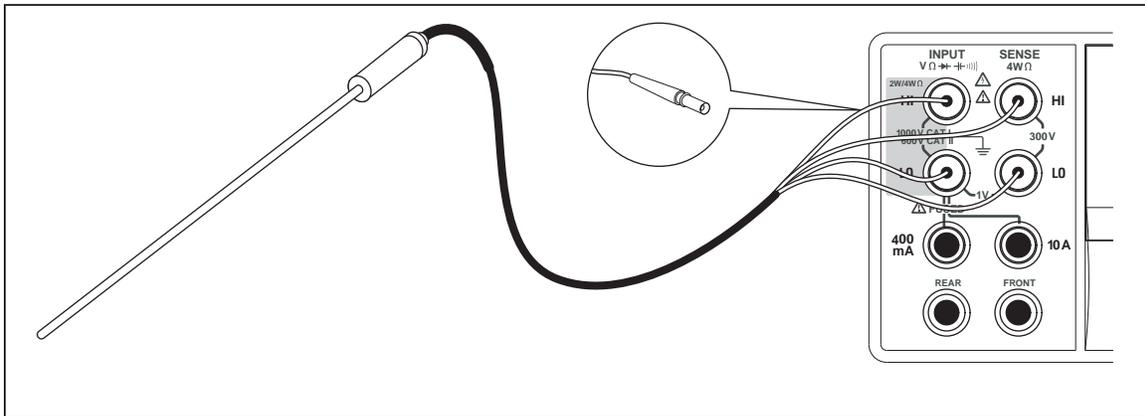

Figura 4-7. Mediciones de temperatura
1. Conecte el RTD a los conectores **Input HI**, y **LO**, y luego a los conectores **SENSE HI** y **LO**, tal como se muestra en la figura 4-7.